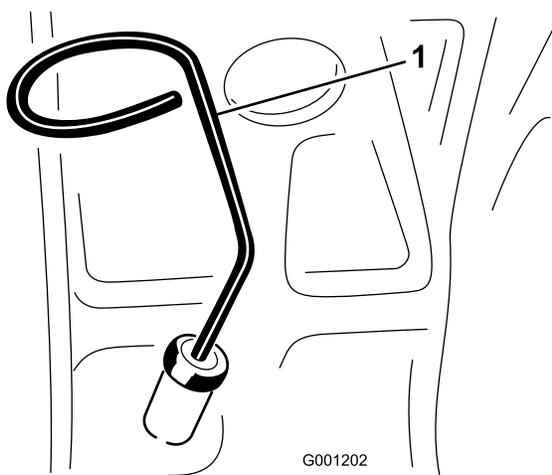

Bild 21
2. Nehmen Sie den Peilstab heraus und wischen Sie ihn ab. Stecken Sie ihn dann ganz ein (Bild 21). Nehmen Sie den Peilstab heraus und prüfen Sie den Ölstand. Der Ölstand sollte an der Voll-Markierung sein.